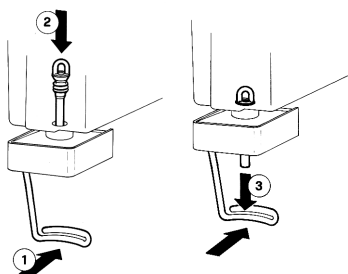

figure 5
- 2 - **Robinet avec tube en caoutchouc:** Pousser (1) le levier de débit robinet et enfiler (2) le tuyau du robinet dans son siège sur le fond du réservoir. Tirer (3) doucement le tuyau vers le bas jusqu'à le bien placer (voir figure 5).